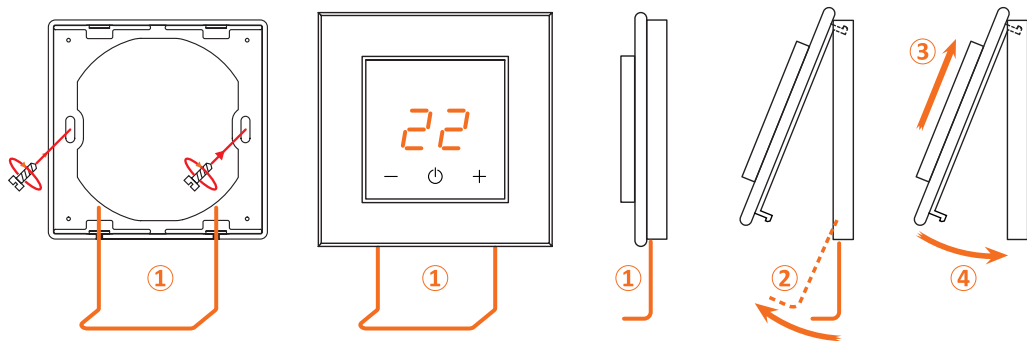

Рис.3 Снятие и монтаж терморегулятора серий TAKTO, TAKTO pro, ORTO, ORTO pro.
**ВНИМАНИЕ.** Монтировать рамки нужно так, чтобы прорези (1) и (5) на рамке (рис. 3 и 4) были направлены вниз.
## Снятие терморегулятора серий ТАКТО, ТАКТО pro, ORTO, ORTO pro (рисунок 3)
## Установка терморегулятора серий ТАКТО, ТАКТО pro, ORTO, ORTO pro (рисунок 3)